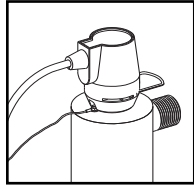
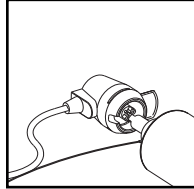
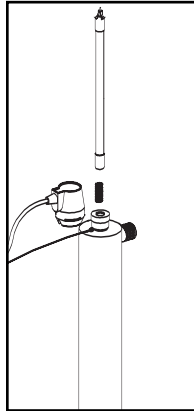

FIGURE 1
FIGURE 2
FIGURE 3
2. Interrompre l'alimentation électrique et laisser le processus de mise hors-tension s'exécuter. Enlever le connecteur retirer la bague métallique de retenue (Figure 1) du corps du connecteur. Enlever le connecteur et retirer la lampe de la chambre du réacteur. Lorsque la lampe devient visible, séparer la lampe du connecteur (Figure 2). Il suffit de séparer les deux composants – ne pas effectuer un mouvement de torsion entre la lampe et le connecteur. Éviter de toucher la surface de verre de la lampe. Il est acceptable de manipuler la lampe par les extrémités de céramique; cependant, s'il est nécessaire de toucher le tube de verre, porter des gants ou utiliser un linge doux. Retirer complètement la lampe de la chambre du réacteur; veiller à ne pas incliner la lampe par rapport au réacteur durant son extraction; si la lampe est inclinée, une pression est exercée à l'intérieur du manchon de quartz, et ceci provoquera le bris du manchon.
3. Pour l'installation d'une lampe neuve, retirer d'abord la lampe de son emballage de protection; veiller encore à ne pas toucher la surface de verre de la lampe. Insérer prudemment la lampe dans le réacteur (en fait, à l'intérieur de la gaine de quartz – Figure 3). Insérer complètement la lampe dans le réacteur – ne laisser la lampe dépasser que de deux pouces hors de la chambre du réacteur. Ensuite, placer le connecteur sur la lampe UV le connecteur comporte un repère de positionnement qui empêche un branchement incorrect (Figure 2). Veiller à ce que le connecteur soit parfaitement enfoncé sur la lampe UV (Figure 4).
4. Lorsque la connexion est parfaite entre le connecteur et la lampe, faire glisser le connecteur par-dessus l'écrou de retenue d'aluminium. Pour que le connecteur puisse glisser complètement sur l'écrou de retenue, on doit veiller à ce que la bague de retenue métallique du connecteur soit retirée du corps du connecteur. Lorsque le connecteur est parfaitement placé par-dessus l'écrou de retenue, ramener en place la bague de retenue métallique qui immobilisera le connecteur (Figure 5). Le connecteur comporte un repère de positionnement par rapport à la chambre du réacteur, veiller à ce que la dépression sur le connecteur (Figure 1) soit située au-dessus de la vis de liaison à la terre située sur la chambre du réacteur.